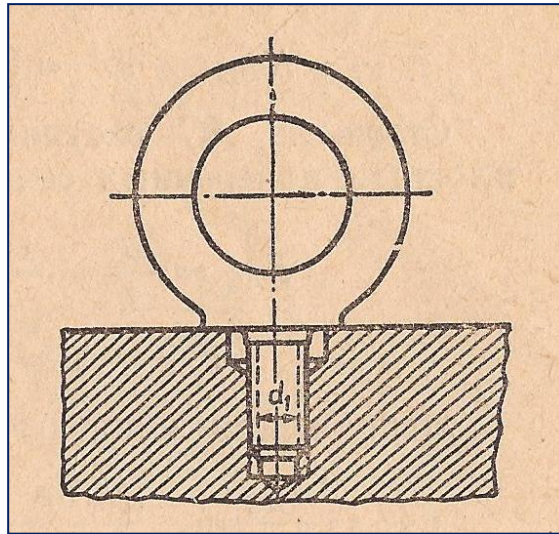

Рисунок 2 – Рым-болт
4. Решить задачу (рисунок 2).
Задача. Рым-болт с резьбой М30 (внутренний диаметр резьбы $d_1 = 26,2$ мм) ввёрнут в изделие весом 20 кН (рисунок 2). Какое напряжение возникнет в нарезанной части стержня рым-болта при подъёме изделия?